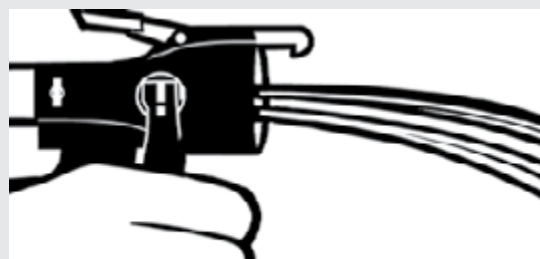

Figura 4.
3. Purgue el sistema en un recipiente de residuos activando el disparador del Dispensador Insta-Flo™. Cuando los flujos sean equivalentes, libere el disparador, limpie el producto químico de la superficie del dispensador con un trapo limpio y reaplique la vaselina. (Vea la figura 4).